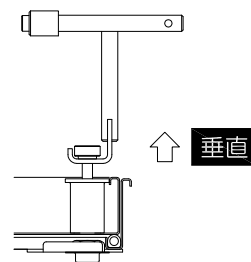

図3
- ・ボルトは3回程度に分けて①→④の順で均等に緩めて下さい。(図3)
- 3、専用鍵ハンドルのフック部をボルトに挿入し蓋を持ち上げます。（図3）
- 3、専用鍵ハンドルのフック部をボルトに挿入し蓋を持ち上げ、受枠にセットします（図3）